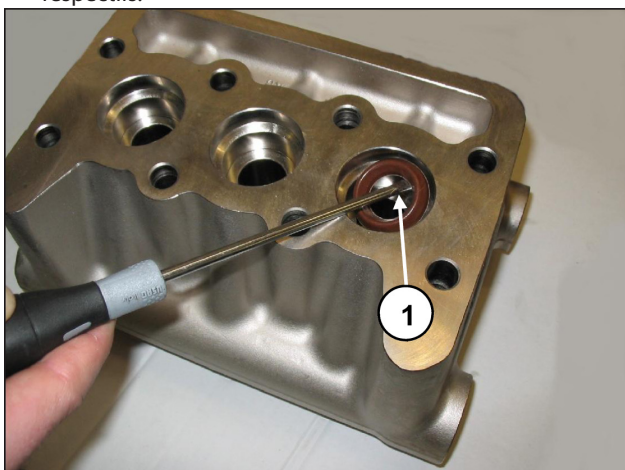

Fig. 30
C) Extraire les bagues d'étanchéité à haute pression de la tête et celles de basse pression du support correspondant en utilisant des outils ordinaires, comme l'indique la Fig. 30, rep. ① et en ayant soin de ne pas endommager les sièges respectifs.